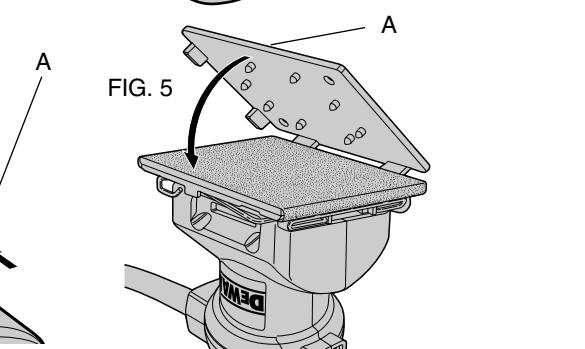

FIG. 5
- If you are using the dust extraction feature, perforate the sandpaper with the provided paper punch as shown in Figure 5.
Paper Punch (Fig. 5)
Poinçon (fig. 5)
Pour perforez le papier abrasif, l'installer sur la ponceuse en suivant les instructions du présent guide. S'assurer que la ponceuse est débranchée et en position d'arrêt, puis placer le poinçon contre le papier de sorte que les pattes sur les côtés du poinçon s'appuient contre deux côtés adjacents du papier abrasif, comme l'illustre la figure 5. Enfoncer le poinçon dans le tampon de sorte que les 8 points traversent le papier, comme le montre la figure 6. (Enfoncer le poinçon le plus profondément possible dans le tampon.) Retirer ensuite le poinçon et le papier peut alors être utilisé avec le système de dépoussiérage.